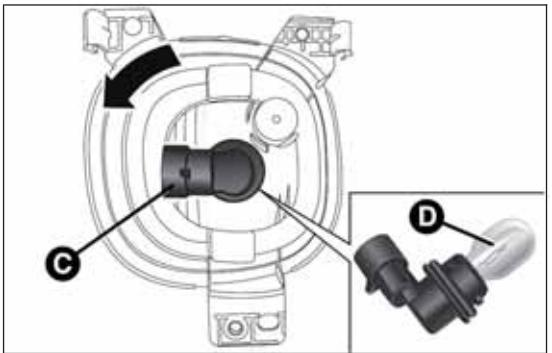

fig. 188
- ❑ scollegare il connettore elettrico e ruotare in senso antiorario il portalampada C fig. 188;